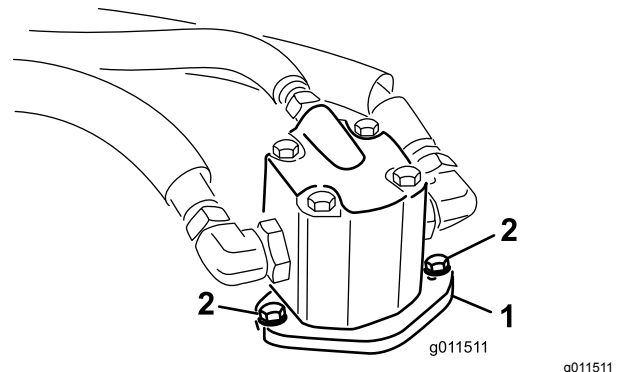

Figura 78
4. Retire os parafusos que fixam o motor hidráulico à plataforma do cortador (Figura 78).